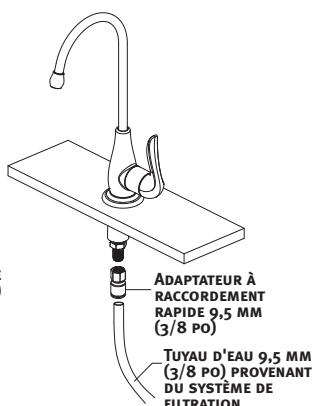

FIG.4
4. ENFILER L'ADAPTATEUR À RACCORDEMENT RAPIDE 9,5 MM (3/8 PO) SUR L'EXTRÉMITÉ DU GOUJON PUIS BIEN SERRER. RACCORDER LE TUYAU D'ALIMENTATION D'EAU 9,5 MM (3/8 PO) DU SYSTÈME DE FILTRATION EN ENFONÇANT LE TUYAU DANS L'ADAPTATEUR À RACCORDEMENT RAPIDE 9,5 MM (3/8 PO). TIRER LÉGÈREMENT SUR LE TUYAU DE 9,5 MM (3/8 PO) POUR ASSURER LE BON BRANCHEMENT DE L'ADAPTATEUR. (FIG. 4)